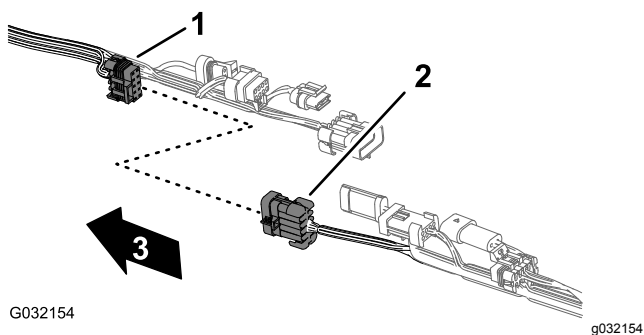
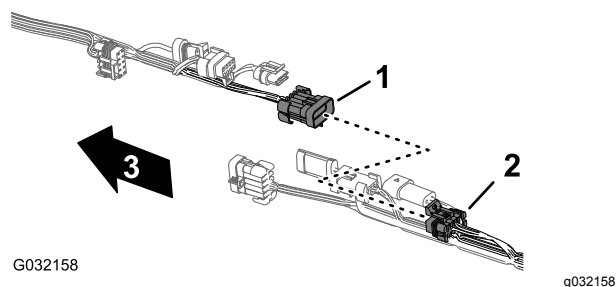

Figura 47
Figura 51
2. Scollegate le 5 paia di connettori tra il cablaggio preassemblato anteriore e posteriore, come illustrato dalla Figura 47 alla Figura 51.